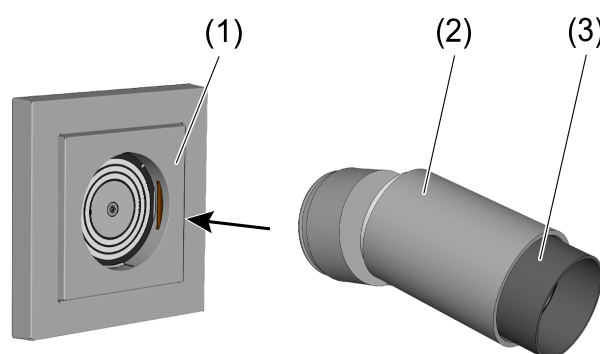

Figure 2: Montage de l'applique lumineuse
- Placer l'applique lumineuse (2) sur la prise montée (1) (Figure 2).